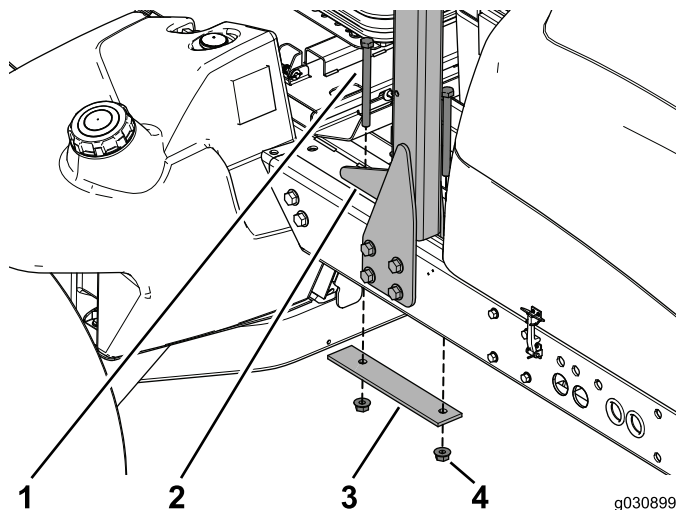

Figura 2
3. Retire y guarde los 2 pernos, la pletina de refuerzo y las dos tuercas con arandela prensada que sujetan el ROPS a la parte superior del bastidor (Figura 2).